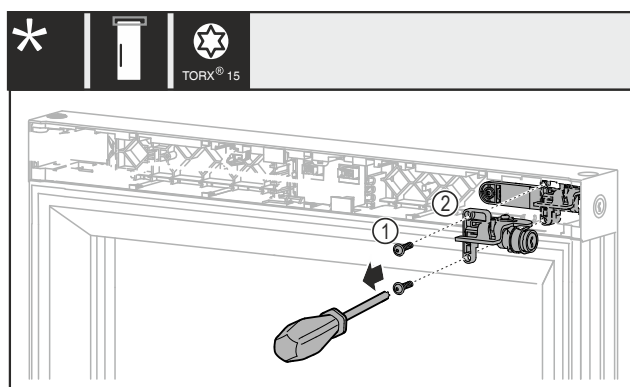

Fig. 20
- Odstraňte šrouby Fig. 20 (1).
- Sejměte mechanický zámek Fig. 20 (2).